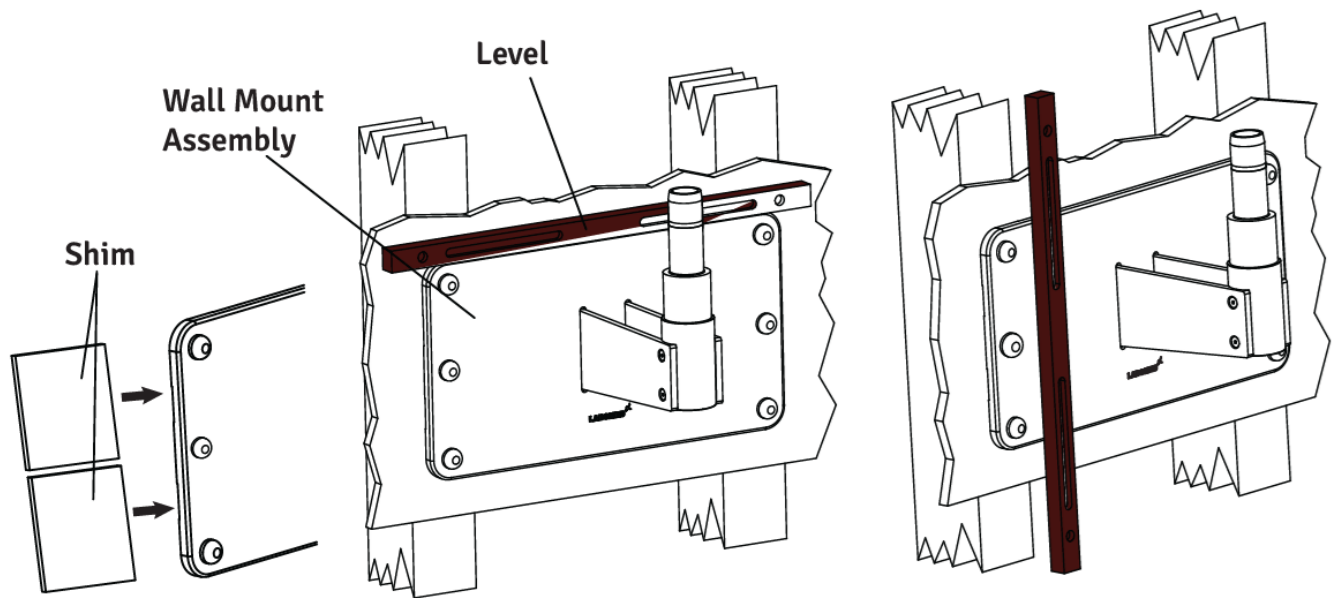

Abb. 22
2. Legen Sie eine Wasserwaage über die Oberseite der Rückplatte, um die horizontale Ausrichtung zu überprüfen. Siehe Abbildung 22.
5. Legen Sie auf beiden Seiten eine Wasserwaage senkrecht an die Wandhalterung, um sicherzustellen, dass sie senkrecht zum Boden steht. Siehe Abbildung 22.
neben den Zugschrauben. Siehe Abbildung 22. Überprüfen Sie dies mit der Wasserwaage und ziehen Sie die Zugschrauben fest, sobald die Halterung waagrecht ist.